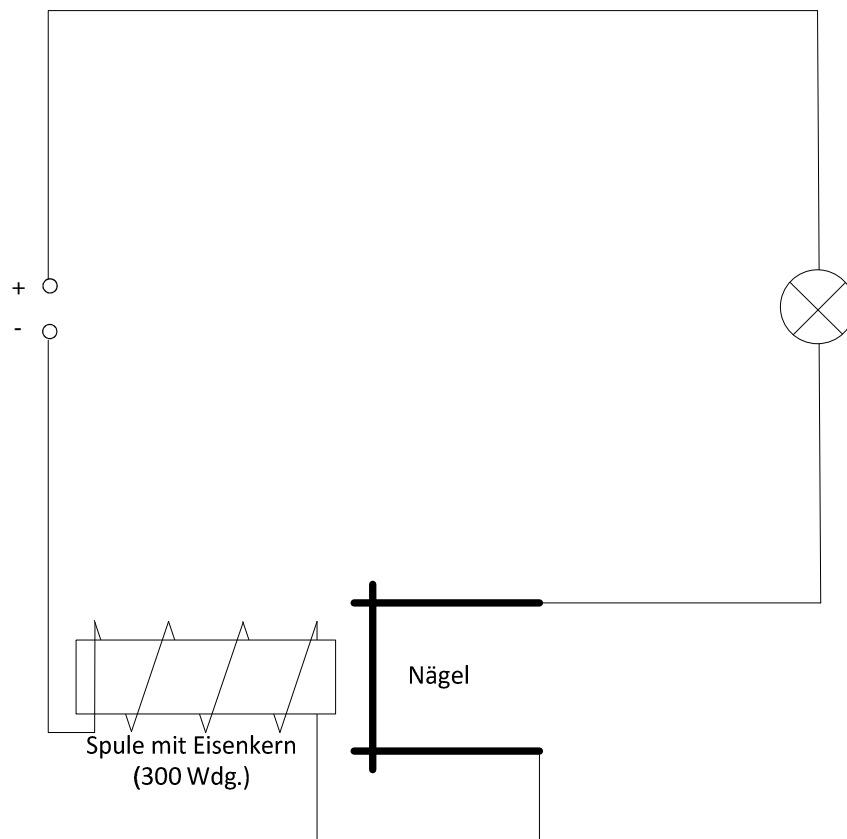

Abbildung 1: Schaltskizze
- 5 Bauen Sie die in Abbildung 1 gezeigte Schaltung auf. Zwei Nägel werden fixiert und mit Krokodilklemmen mit den Leitungen verbunden, ein Nagel soll auf den beiden Nägeln rollen können. Benutzen Sie gegebenenfalls Stativmaterial, um den Aufbau zu stabilisieren. Achten Sie darauf, dass zwischen dem Eisenkern und den beiden fixierten Nägeln so viel Platz ist, dass der bewegliche Nagel herunterfallen könnte.